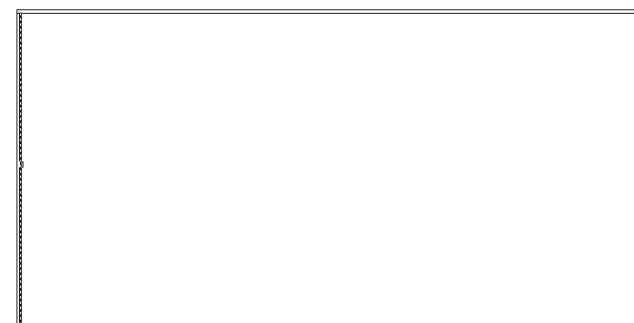

Рис. 4.8 ▼ Выбор первой линии для смещения на 200 мм
3. Щелкните на внутренней линии левой боковой стенки (рис. 4.8).
6. Снова щелкните на той же линии, которую вы выбирали в п. 3 (см. рис. 4.8), а затем щелкните правее этой линии внутри рабочей зоны. AutoCAD сме-